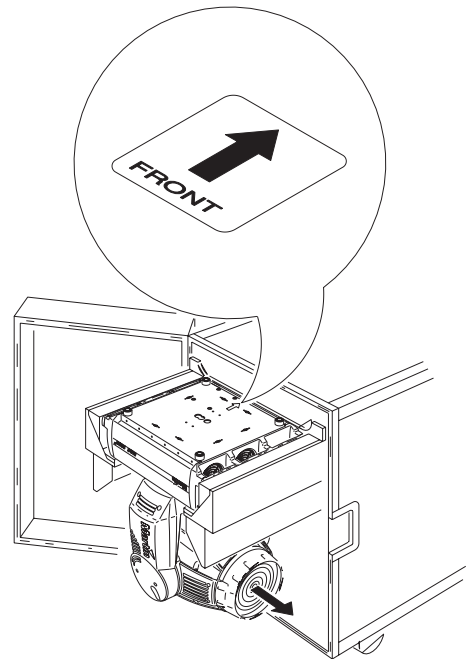

Figure 3: Posición de transporte doble flight
- 5 Inclinar la cabeza de forma que quede orientada como se muestra en la Figure 3. Bloquear la cabeza en posición horizontal. No bloquear el yugo.